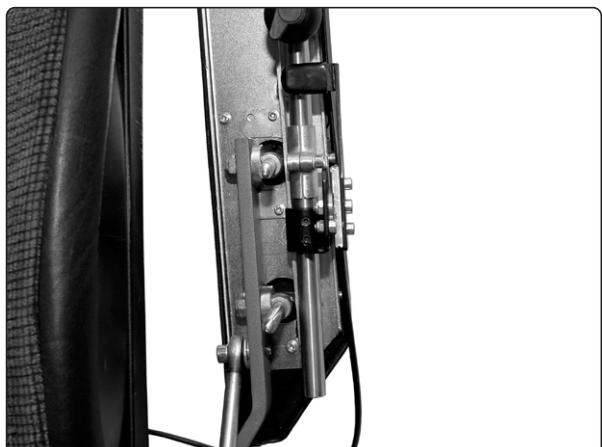

Bild 5.
9. Montera manöverreglaget i önskad position på panelhållaren. Tex enligt bild 5. Lås i läge med de två stoppskruvarna.